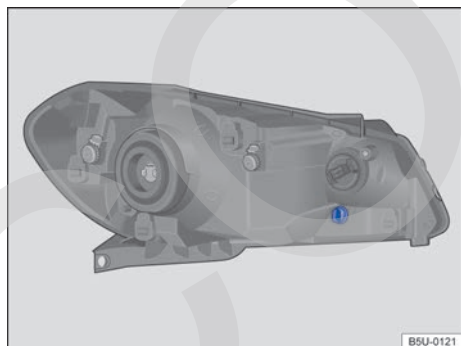
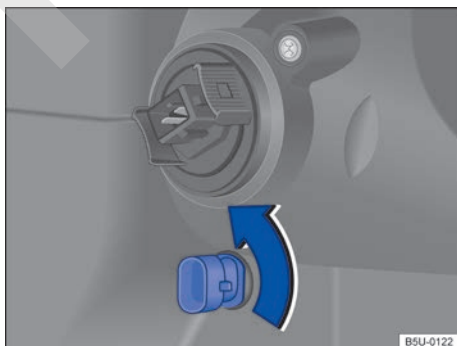

Fig. 169 En el compartimento del motor: ubicación de la lámpara incandescente de la luz de posición.
Fig. 170 Portalámparas incandescente de la luz de posición.
4. Girar el portalámparas → fig. 169, en el sentido de la flecha → fig. 170, y desencajarlo del alojamiento.
9. Presionar el portalámparas hasta el batiente y girar en el sentido contrario al de la flecha → fig. 170.